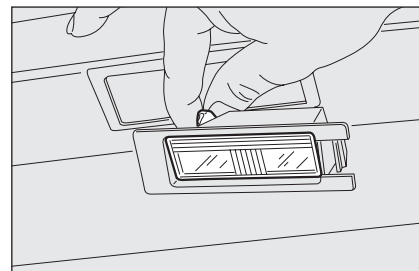

fig. 29
- sostituire la lampada **fig. 29** svincolandola dai contatti laterali accertandosi che la nuova lampada risulti correttamente bloccata tra i contatti stessi;